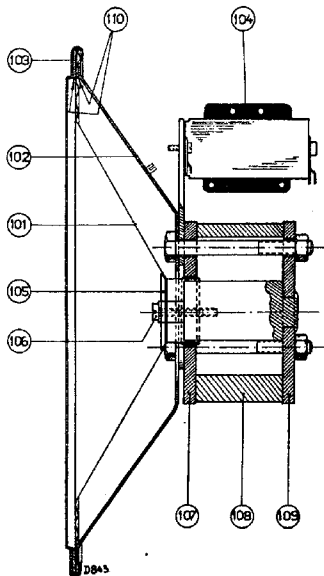

Fig. 8
2. Voor- of achterplaat pos. 107 en 109 fig. 8 mogen in geen geval van de magneet getrok-
Voor het uitwisselen van de conusdrager is een mal noodig (fig. 8, Code No. 09.991.022), die voor het losdraaien van de moeren in de luchtspleet wordt